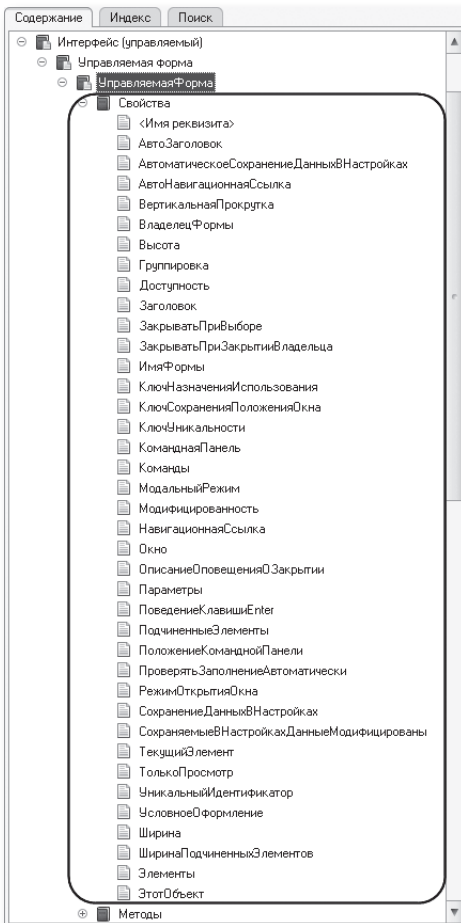

Рис. 5.22. Список свойств объекта «УправляемаяФорма» в синтакс-помощнике
- Есть ли у объекта УправляемаяФорма свойство СтрокаТабличнойЧасти? Посмотрим в синтакс-помощнике свойства управляемой формы. Откроем синтакс-помощник на закладке Содержание. Управляемая форма – это объект интерфейса управляемого приложения, поэтому раскроем раздел Интерфейс (управляемый) ▶ Управляемая форма. Затем раскроем объект УправляемаяФорма и его Свойства (рис. 5.22).